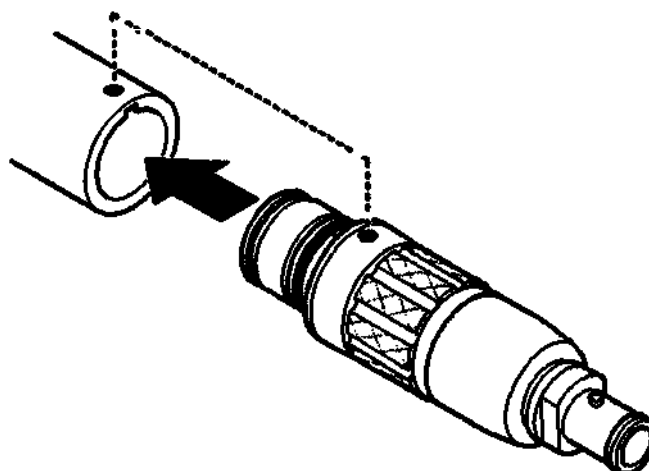

Рисунок 1 – Надвиньте муфту на двигатель
1. Совместив точки на втулке и двигателе, надвиньте втулку на двигатель до щелчка (Рисунок 1).